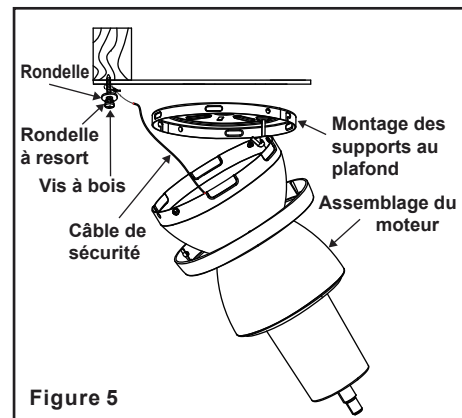

Figure 5
Étape 3 : Accrochez l'ensemble moteur au crochet du support de plafond. Cela permettra un câblage mains libres (Figure 5).
Étape 4. Enfoncez une vis à bois et des rondelles dans le côté de l'armature qui maintient la boîte de sortie. Laissez un espace de 3 mm entre le support et la rondelle. Insérez le câble de sécurité dans le plafond à travers le support et l'un des trous de la boîte de sortie. Ajustez la longueur du câble de sécurité pour atteindre la vis et les rondelles en tirant le câble supplémentaire à travers le serre-câble jusqu'à ce que la longueur totale soit correcte, remettez l'extrémité du câble dans le serre-câble, en formant une boucle à l'extrémité du câble. Serrez bien le serre-câble. Maintenant, placez la boucle à l'extrémité du câble de sécurité sur la vis à bois et sous la rondelle. Serrez la vis à bois en toute sécurité (figure 5).